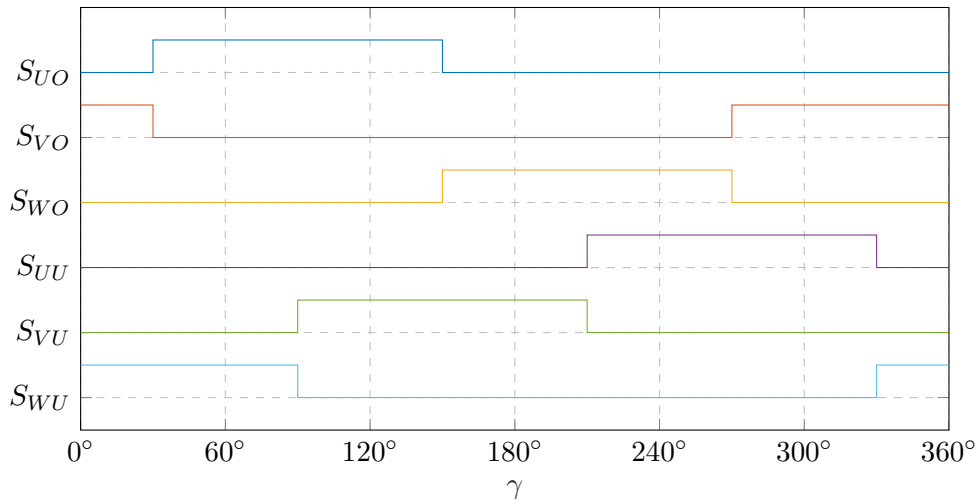

Abbildung 2.4: Ansteuersignale im Linkslauf
c) Die Ansteuerung des BLDCs soll nun auf Linkslauf geändert werden. Damit ein Richtungswechsel stattfindet, müssen sich die Wicklungsströme umpolen. Hierfür werden die Ansteuerungssignale der Transistorpaare (Oben und Unten) der einzelnen Stränge U, V, W vertauscht. Genauer gesagt, die Paare S_{UO} & S_{UU} , S_{VO} & S_{VU} und S_{WO} & S_{WU} werden getauscht. Die daraus resultierenden Signale sind in Abbildung 2.4 dargestellt.